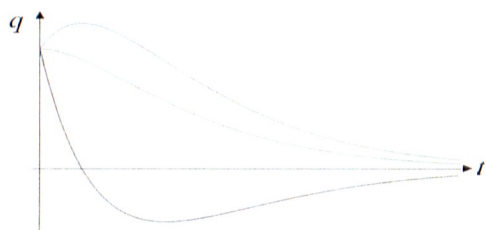

Рис. 3. Возможные зависимости величины заряда конденсатора от времени в случае аperiodического процесса
Если величина активного сопротивления такова, что $\omega_0 \leq \alpha$, то колебания в цепи не возникают. Происходит *апериодический* разряд конденсатора (рис. 3), при этом величина заряда, напряжения с течением времени асимптотически стремится к нулю. Сопротивление $R_{кр}$, при котором колебательный режим переходит в апериодический, можно найти из условия $\omega_0 = \alpha$. Режим, соответствующий этому условию, называется *критическим*. Сопротивление $R_{кр}$ также называется критическим. Подставляя в это условие формулы (3), для критического сопротивления получаем:
9. Увеличивая сопротивление магазина сопротивлений R_M , найти то его значение $R_{M \text{кр}}$, при котором колебательный режим переходит в апериодический. При апериодическом процессе кривая $U(t)$ пересекает ось времени не более одного раза (рис. 3). Записать значение $R_{M \text{кр}}$ в табл. 2.